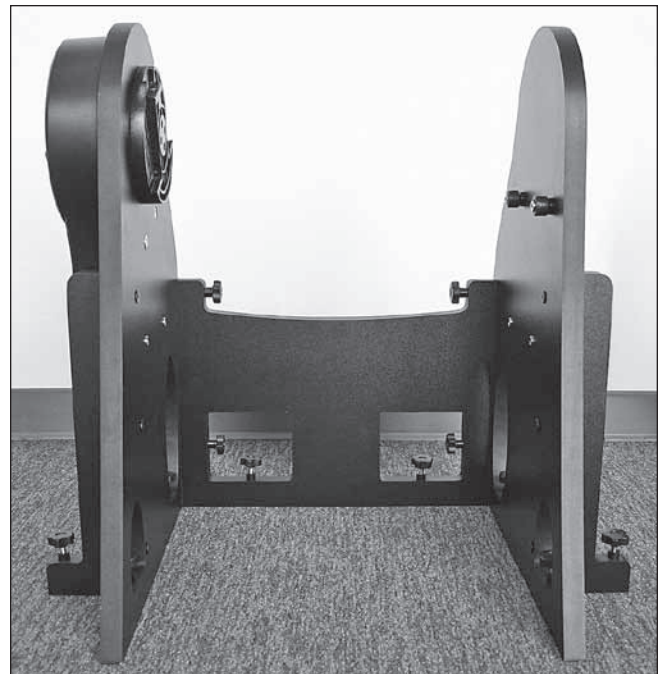

Figure 10. Montage complet du panneau latéral et du panneau avant.
4. Fixez alors le renfort avant aux deux panneaux latéraux à l'aide des quatre boulons captifs correspondants. Utilisez le bouton à main pour visser chaque boulon dans le filetage en métal sur le panneau latéral. Les panneaux latéraux doivent être orientés de manière à ce que les supports latéraux soient face à l'extérieur. Le panneau avant doit être orienté de manière à ce que les deux trous prévus pour la tablette porte-oculaires soient face à l'extérieur. Ne serrez pas encore les boulons complètement. L'ensemble terminé doit se présenter comme sur la **figure 10**.